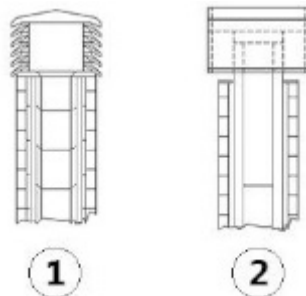

Fig. 11 - Extremos de chimenea antiviento
- AK. Controlar rigurosamente que haya sido instalada una cumbrera o sombrero anti viento **Fig. 11** según las normas vigentes. Del terminal, cumbrera o sombrero adecuado dependerá en gran medida la correcta evacuación de los humos y previene muchos problemas de instalación.